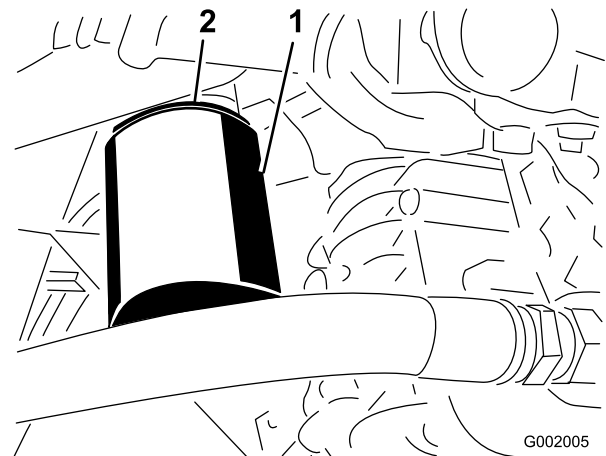

Bild 67
4. Entfernen Sie den Filter (Bild 67).